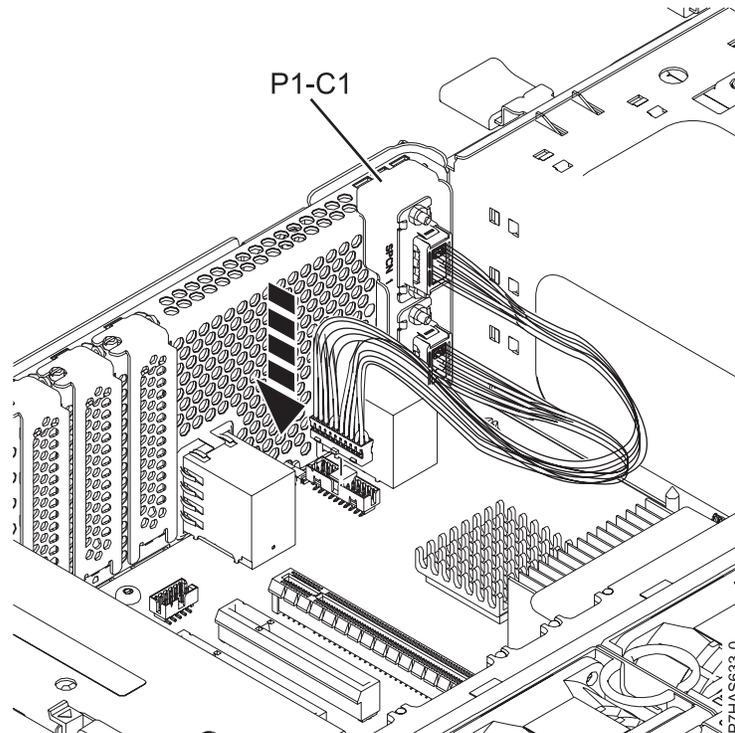

図3. SPCN ケーブル・アセンブリーの取り付け
- c. 5 ページの図3 に示されているように、ケーブルのもう一方の端をシステム・バックプレーンのコネクタに差し込みます。